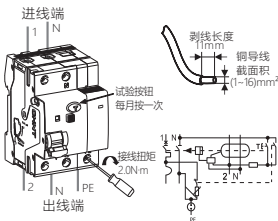

图6 接线方式
5.4 适用于铜导线连接，导线选择见表1，接线方式及剥线长示意图6。